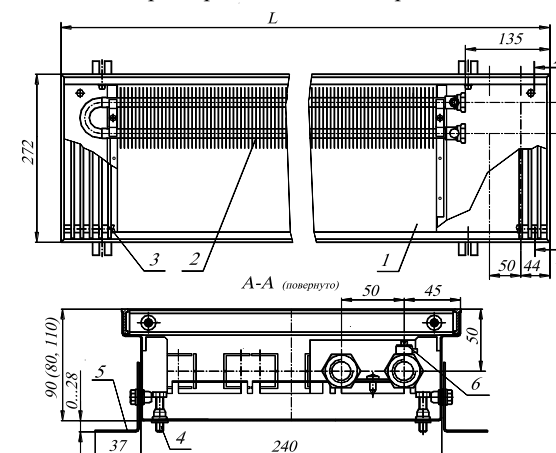

Рис. 1 Конвектор КРК 27.08(09,11).60...310 - П
4.1. Конвектор состоит из следующих основных элементов (см. рис.1):